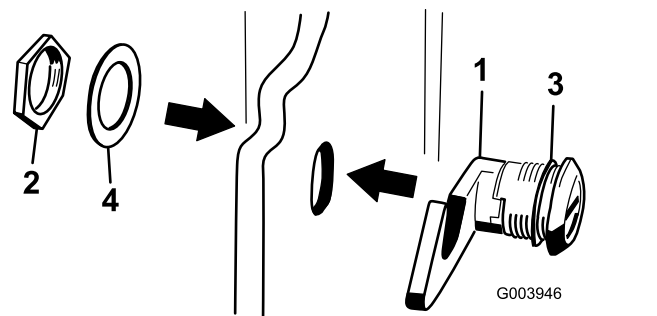

図 18
3. フードラッチアセンブリからナットを取り外す(図18)。